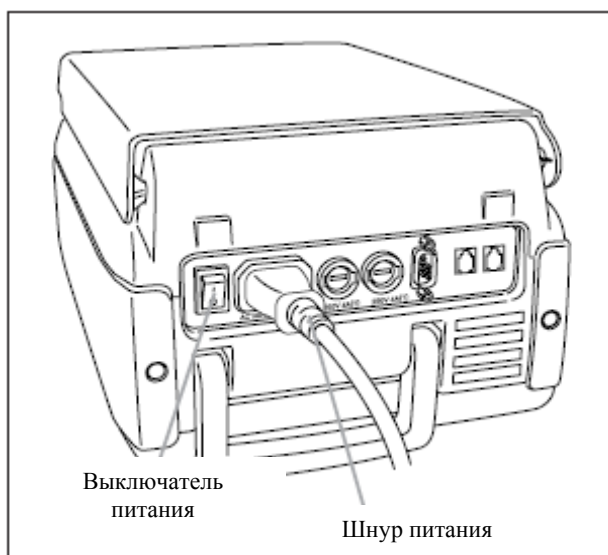

Рис. 7
1. Подсоедините систему к источнику питания. (Подключите шнур питания переменного тока к гнезду AC на задней панели аппарата TSCD®-II, а затем к заземленной розетке переменного тока или к TSCD®IS.) (Смотрите рис. 7.)
2. Чтобы подключить TSCD®IS к аппарату TSCD®-II, внимательно прочтите инструкции по эксплуатации на TSCD®IS и подсоедините кабель связи к штепселю RS232 на задней панели TSCD®-II (смотрите рис. 7).